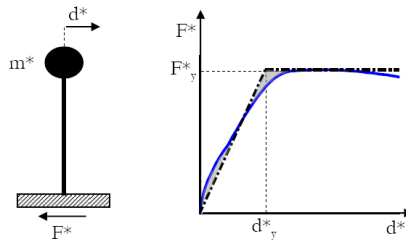

Figura 4.1 – Sistema e diagramma bilineare equivalente
- $d_y^* = F_y^* / k^*$ dove k^* è la rigidezza secante del sistema equivalente ottenuta dall'eguaglianza delle aree come indicato nella figura 4.1.